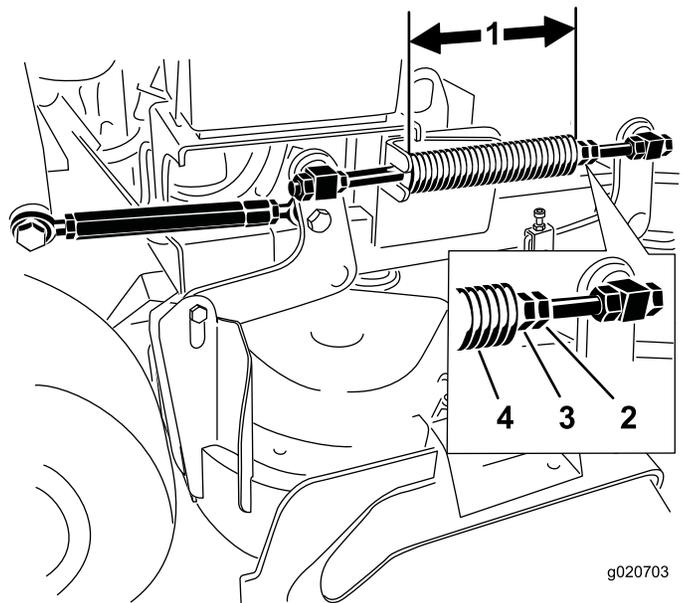

Рисунок 87
Примечание: Номинальная длина составляет 28,2 см для дек газнокосилок 91 см (36 дюймов) и 25,7 см для дек газнокосилок 102 см (40 дюймов) (Рисунок 87).
3. Отрегулируйте эту длину, ослабив контргайку пружины и поворачивая переднюю гайку каждой пружины (Рисунок 87).
4. Зафиксируйте эту гайку на месте, затянув контргайку пружины (Рисунок 87).